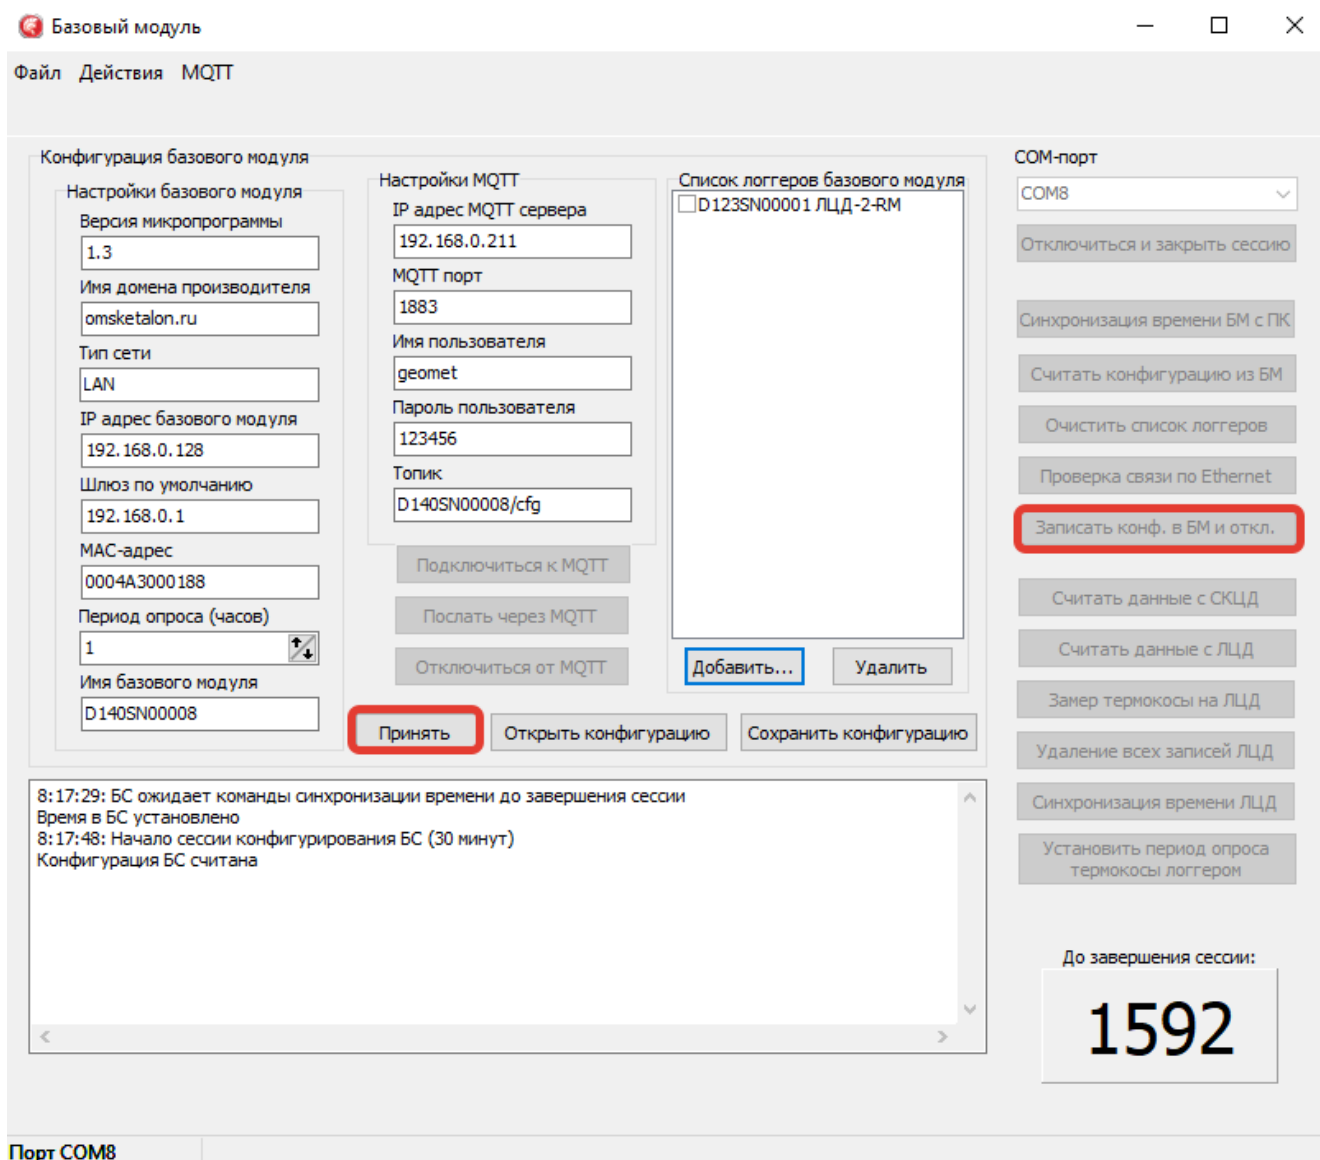

Рисунок 6
2.5.2.13 После внесения всех необходимых данных нажать кнопку «Принять» и далее «Записать конф. в БМ и откл.», после чего базовый модуль перезапустится и начнет опрос подключенных устройств (рисунок 6).